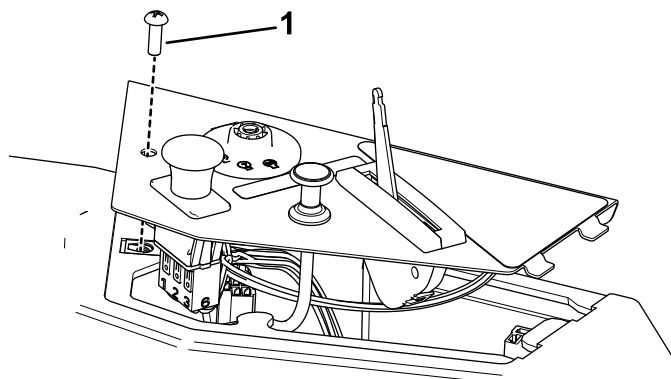

Figure 4
1. Retirez la vis de fixation du panneau de commande, puis déposez le panneau pour accéder au faisceau de câblage (Figure 4).
4. Reposez le panneau de commande et fixez-le à l'aide des vis retirées précédemment (Figure 4).